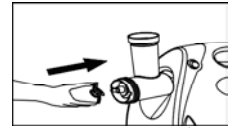

fig.4
- 3- Bien placer la lame en croix sur la vis transporteuse, côté arrondi vers l'intérieur, côté lisse vers le disque (fig.4).